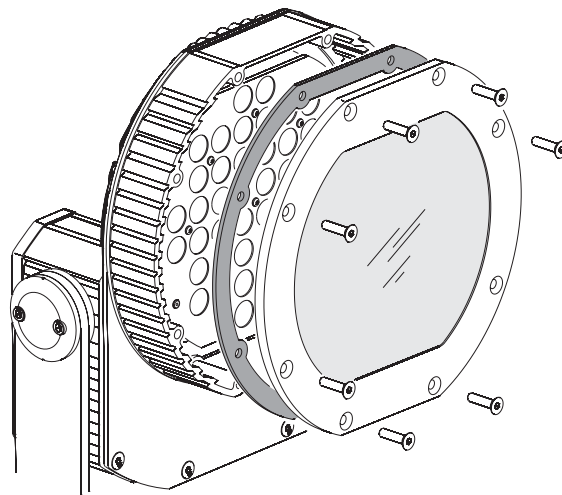

Figure 17: Le couvercle frontal et son joint
2. Voir Figure 17. Démontez les vis du couvercle frontal puis le couvercle lui-même et son joint..